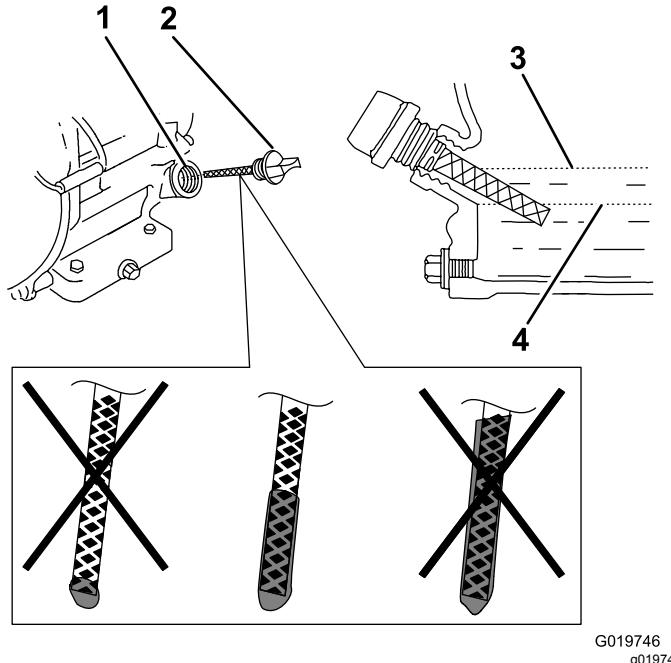

Figure 9
- Nettoyez la surface autour de la jauge d'huile pour éviter de faire tomber des impuretés dans l'orifice de remplissage, ce qui endommagerait le moteur (Figure 9).
- Dévissez la jauge d'huile et essuyez soigneusement l'extrémité (Figure 9).
- Insérez complètement la jauge d'huile dans l'orifice de remplissage (Figure 9), mais ne la vissez pas.
- Ressortez la jauge et examinez l'extrémité. Si le niveau est bas, versez lentement juste assez d'huile dans l'orifice de remplissage pour amener le niveau au repère maximum (Full) sur la jauge (Figure 9).